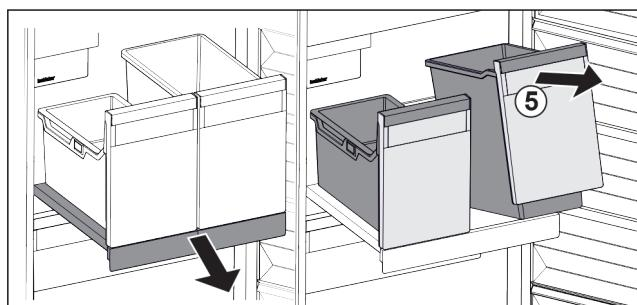

Fig. 25
- Підняти резервуар Fig. 25 (5) спереду.